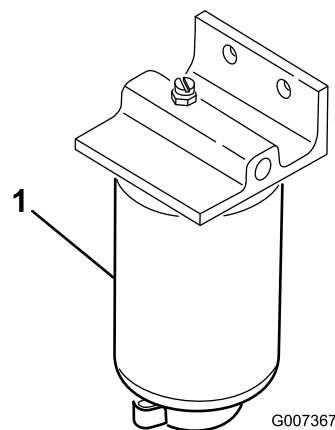

Bild 49
1. Stellen Sie einen sauberen Behälter unter den Kraftstofffilter (Bild 49).
2. Reinigen Sie den Anbaubereich der Filterglocke (Bild 49).